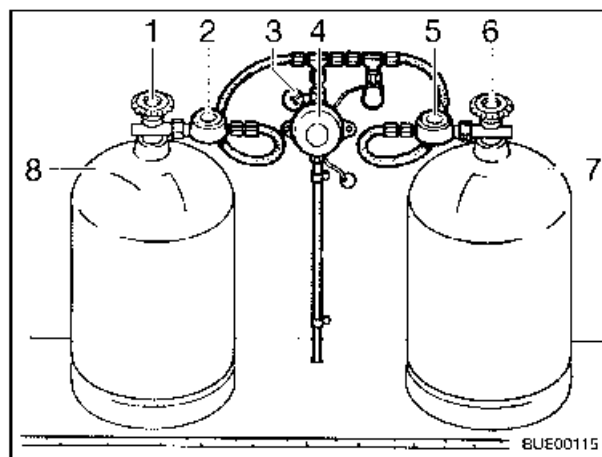

Fig. 46 Impianto di commutazione Triomatic
- Valvola principale (Fig. 46,1) bombola in uso
- Regolatore di pressione del gas (Fig. 46,2) bombola in uso
- Indicatore di funzionamento (Fig. 46,3)
- Regolatore dell'impianto (Fig. 46,4)
- Regolatore di pressione del gas (Fig. 46,5) bombola di riserva
- Valvola principale (Fig. 46,6) bombola di riserva
- Bombola in uso (Fig. 46,8)
- Bombola di riserva (Fig. 46,7)
L'impianto di commutazione Triomatic fa passare automaticamente l'alimentazione di gas dalla bombola in uso (Fig. 46,8) alla bombola di riserva (Fig. 46,7) quando la bombola in uso è vuota o non è più pronta per il funzionamento. Così il riscaldamento può rimanere in funzione.
L'impianto di commutazione Triomatic è costituito da due regolatori di pressione del gas (Fig. 46,2 e 5) e da un regolatore dell'impianto (Fig. 46,4). Il regolatore di pressione del gas della bombola in uso (Fig. 46,2) è contrassegnato da una targhetta del modello verde, il regolatore di pressione del gas della bombola di riserva (Fig. 46,5) da una targhetta del modello rossa. Con l'indicatore di funzionamento (Fig. 46,3) sul regolatore dell'impianto si può controllare la tenuta dell'impianto del gas. I regolatori di pressione del gas sono dotati di unità di allacciamento e permettono il collegamento alle bombole del gas di tutte le dimensioni (da 3 kg a 33 kg).
- Aprire la valvola principale (Fig. 46,6) della bombola di riserva (Fig. 46,7).
- Aprire la valvola principale (Fig. 46,1) della bombola in uso (Fig. 46,8).
Ora entrambi i regolatori di pressione del gas sono disaerati. Il regolatore dell'impianto (Fig. 46,4) fornisce alle utenze la pressione necessaria, indipendentemente dal fatto che l'alimentazione del gas provenga dalla bombola in uso o dalla bombola di riserva. La bombola di gas che ha rilevato l'alimentazione viene identificata dal campo verde o rosso sull'indicatore di funzionamento (Fig. 46,3).
- ▷ In caso di funzionamento con una sola bombola del gas, si deve allacciare il regolatore di pressione del gas della bombola in uso (Fig. 46,2).
Se l'indicatore di funzionamento (Fig. 46,3) segna rosso, la bombola in uso (Fig. 46,8) deve essere cambiata.
- Chiudere la valvola principale (Fig. 46,1) della bombola in uso (Fig. 46,8).
- ▷ Tutte le utenze possono essere alimentate e fatte funzionare dalla bombola di riserva (Fig. 46,7) (targhetta del modello rossa).
- Collegare la bombola del gas piena al regolatore di pressione del gas della bombola in uso (Fig. 46,2).
- Aprire la valvola principale (Fig. 46,1) della bombola in uso. La bombola in uso ricomincia automaticamente a fornire gas.
- ▷ Ogni tanto utilizzare la bombola di riserva (Fig. 46,7) al posto della bombola in uso per controllare che la bombola di riserva sia riempita a sufficienza.
- Luce spia verde: bombola in uso (Fig. 46,8)
- Luce spia rossa: bombola di riserva (Fig. 46,7)